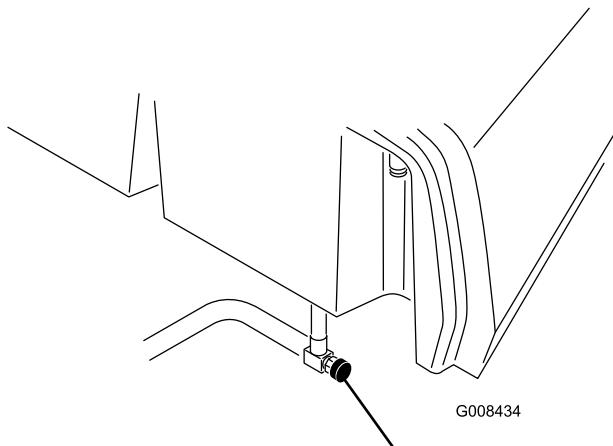

Figura 46
1. Feche a válvula de corte de combustível (Figura 46) por baixo do depósito de combustível.